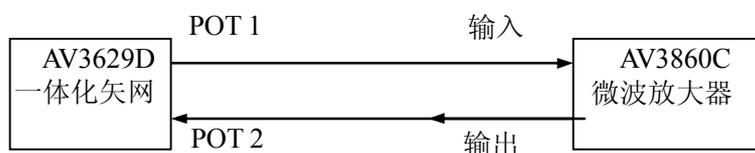

图 5-1 小信号增益测试框图
- 如图 5-1 所示连接测试系统进行小信号增益测试，在全频段内选择最小值就是小信号增益的最小值，此值应大于指标要求。